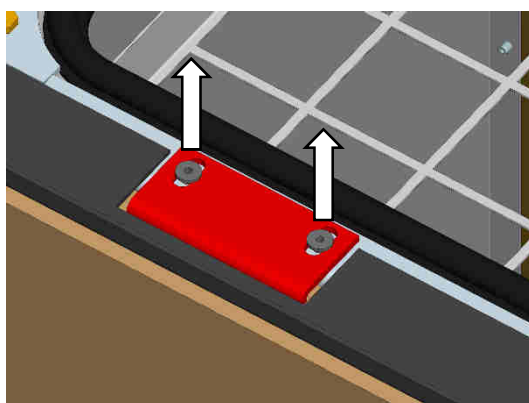

Fig. 27 : démontage des supports d'habillage avant
4. Dévisser les deux vis de la fixation du haut (Fig. 27).